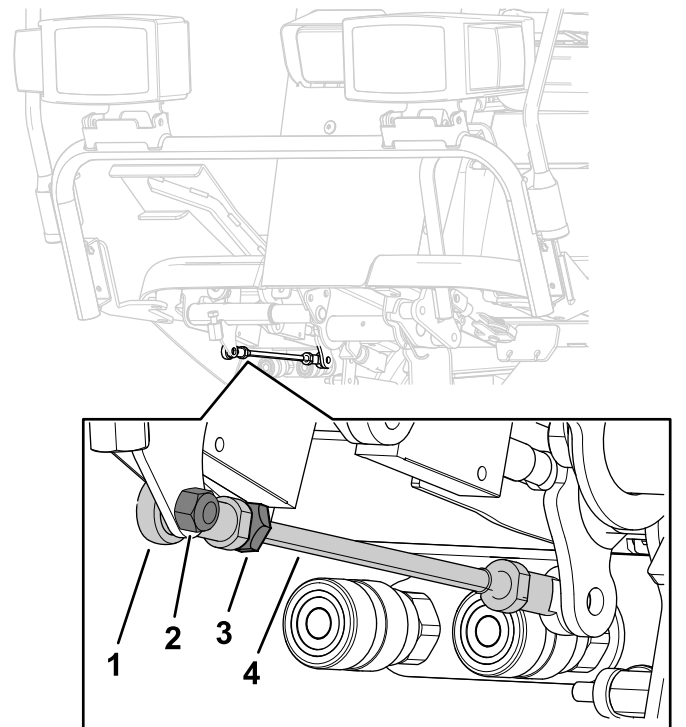

Figura 97
Per una maggiore regolazione, regolate l'asta della trazione (Figura 97) come segue.
5. Allentate il controdado che fissa l'estremità dell'asta all'asta della trazione (Figura 97).
7. Serrate il controdado (Figura 97) e fissate l'estremità dell'asta al pedale della trazione con il bullone e il dado rimossi per bloccare l'angolo del pedale.